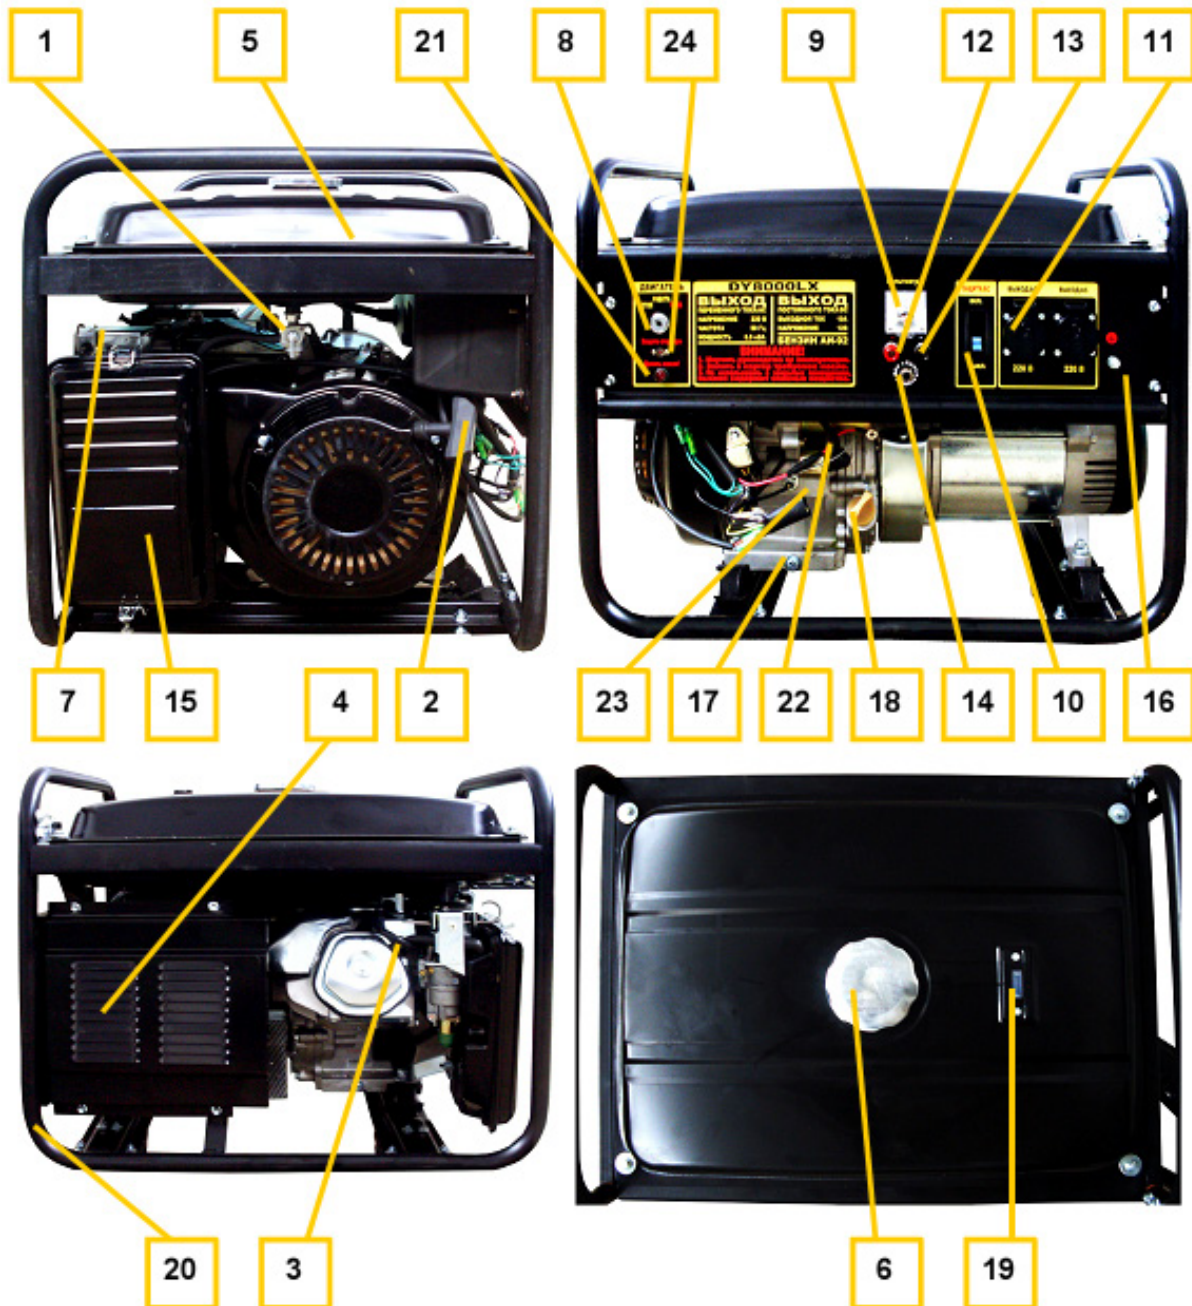
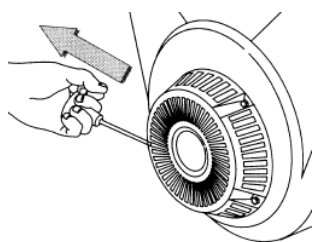

Рис. 1
Рис. 2
- Вывинтить щуп (поз.18 рис.1) и залить в картер масло соответствующего типа (таблица 2 п.8) до нижнего края горловины. Вставить чистый сухой щуп в горловину картера и вынуть его. Проверить уровень масла: граница смоченной области щупа должна располагаться между отметками минимального и максимального уровней.
- При установке генератора следует подключить к резьбовой клемме (поз.16 рис. 1) проводник заземляющего устройства, удовлетворяющего требованиям раздела «Обеспечение требований безопасности».
- Отключить все потребители переменного тока от генератора, переведя рычаг автоматического выключателя (поз.10 рис.1) в отключенное положение «0», отсоединить потребители постоянного тока от клемм (поз. 12, 13 рис. 1).
- При использовании бензина открыть топливный кран (поз. 1 рис. 1)
- При использовании бензина перевести рычаг управления воздушной заслонкой (поз.7 рис.1) в крайнее левое положение при пуске холодного двигателя и в промежуточное положение при пуске прогретого двигателя.
- Перевести выключатель двигателя (поз.8 рис.1) в отключенное положение «0».
- Плавно вытянуть до упора трос ручного стартера за ручку (поз. 2 рис. 1) и вернуть в исходное положение (см. также рис. 2).
- Перевести выключатель двигателя (поз.8 рис.1) во включенное положение «1».
- При ручном пуске придерживая генератор за раму, резко с интенсивным усилием вытянуть трос стартера до упора (рис. 2), повторив действие несколько раз при необходимости. Если двигатель не запускается, следует изменить положение рычага воздушной заслонки, сдвигая его вправо тем больше, чем выше температура двигателя и окружающего воздуха при использовании бензина или повторить кратковременное нажатие кнопки регулятора при работе на газе, затем повторить пуск с помощью стартера. Включение электрического стартера производится поворотом ключа выключателя (поз.8 рис.1) в крайнее правое положение «пуск». Сразу после пуска двигателя отпустить ключ для обеспечения его самовозврата в среднее положение. При срабатывании защиты (поз.24 рис.1) нажать сброс после остывания автоматического выключателя.
- При работе на бензине после прогрева двигателя в течение времени около 10-40 секунд, в зависимости от начальной температуры, перевести рычаг заслонки (поз. 7 рис. 1) в крайнее правое положение, если при этом двигатель работает неустойчиво вернуть рычаг заслонки (поз. 7) в прежнее положение и обеспечить завершение прогрева.
- Подключить к разъемам генератора потребители, соответствующие требованиям раздела «Обеспечение требований безопасности». Полная (сумма активной и реактивной) мощность всех подключаемых потребителей в стационарном режиме не должна превышать значений номинальной мощности, указанных в Таблице 1. Не допускается длительное превышение номинальной мощности более, чем на 10% свыше номинального значения. Включить автоматический выключатель (поз.10 рис.1), установив его рычаг управления в положение «1».
- При работающем генераторе отключить автоматический выключатель (поз.10 рис.1), отсоединить потребители постоянного тока от клемм.
- Закрыть топливный кран (поз.1 рис.1).
- 6.1 Наличие и величина напряжения переменного тока индицируется и измеряется вольтметром (поз.9 рис.1).
- 6.2 Причиной отсутствия напряжения при работающем генераторе может служить срабатывание автоматических выключателей защиты цепей от перегрузки (поз. 10, 14 рис.1). В этом случае следует устранить причину перегрузки и нажать кнопку или клавишу сброса соответствующего автоматического выключателя после его остывания.